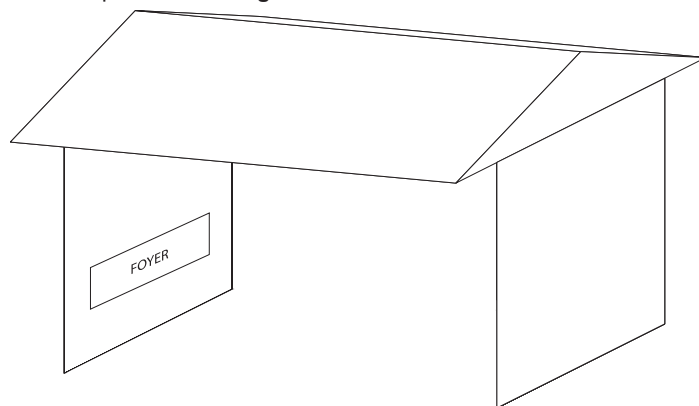

Figure 6
- Avec un boîtier partiel qui comprend un couvert aérien, mais pas plus de deux parois latérales. Ces parois latérales peuvent être parallèles, comme dans un passage couvert ou à angles droits sur chaque côté. Voir figure 6.